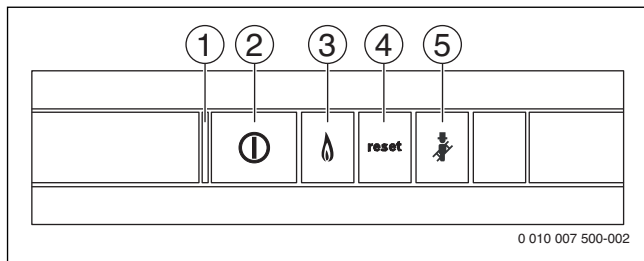

Fig. 77 Touches de réglage
- ▶ Démarrer l'appareil avec l'interrupteur marche/arrêt (→ fig. 77).